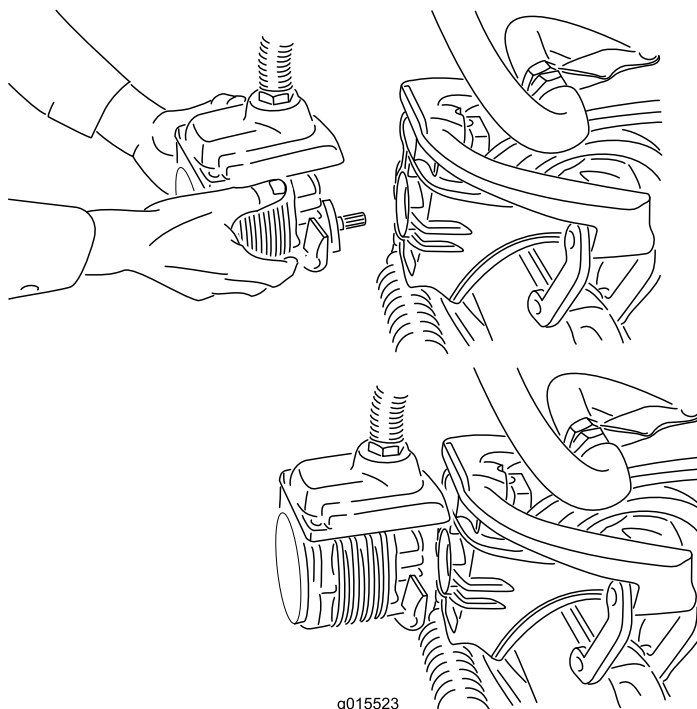

Figura 37
4. Spostate il motore in posizione di stoccaggio davanti al braccio di sospensione (Figura 37).